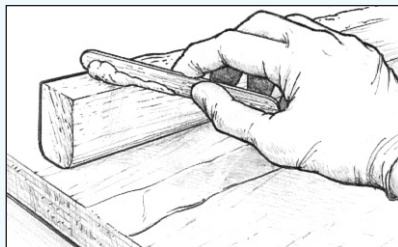

Figura 10 Aplique epoxi espesado a una de las superficies a unir.
2. Modifique la mezcla de resina/endurecedor añadiendo el relleno apropiado hasta que adquiera una consistencia suficiente para rellenar cualquier hueco entre las superficies a unir y para evitar la falta de resina en las uniones. Aplique una capa homogénea del epoxi espesado a **una** de las superficies, suficiente para que una pequeña cantidad sea expulsada al unir las superficies entre sí (*Figura 10*).